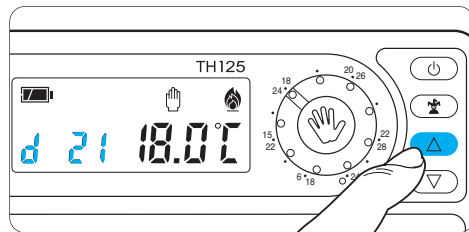

Fig. 32
9.6 - Premere il pulsante ∇ o \triangle (fig. 32) sino a che